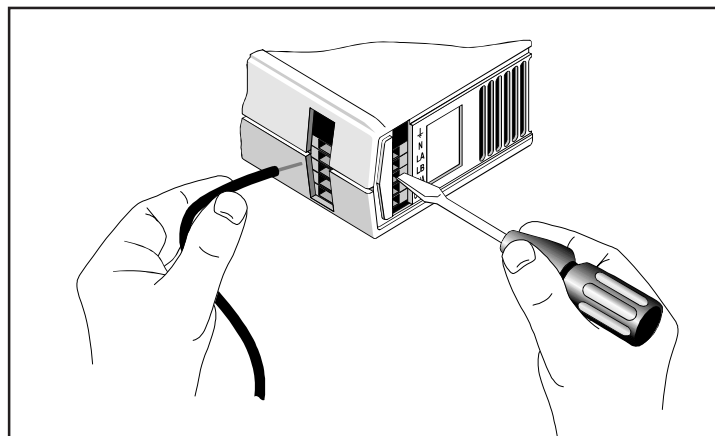

Fig. 1-2 : Connexion au bornier à raccordement rapide (sans vis)
2. Insérez le tournevis le plus loin possible dans chaque trou de relâchement (voir Fig. 1.2.). Ceci ouvrira la lamelle de serrage, permettant ainsi de sortir le câble. Il est conseillé de coller des étiquettes identifiant les câbles d'entrée et de sortie.
3. Insérez un petit tournevis dans l'encoche située sur la plaque recouvrant le bornier, puis, en faisant levier, retirez délicatement cette plaque pour accéder au bornier (voir Fig. 1-2).
Insérez le tournevis le plus loin possible dans chaque trou de relâchement (voir Fig. 1.2.). Ceci ouvrira la lamelle de serrage, permettant ainsi l'introduction du câble. Retirez délicatement le tournevis et contrôlez la bonne fixation du câble